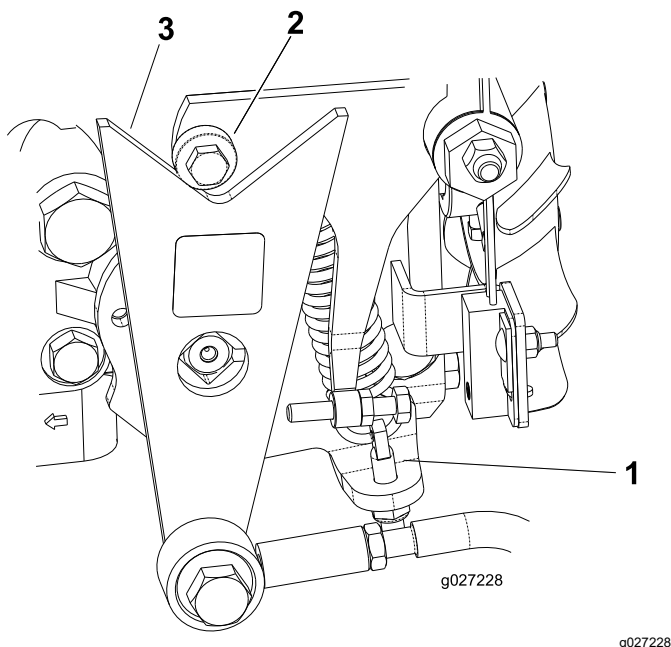

Bild 48
- Wenn sich die Räder in der richtigen Richtung bewegen, stellen Sie den Motor ab und stellen die Sicherungsmutter des Federeinstellungsstifts ein (Bild 48). Stellen Sie die Neutral-Stellung des Getriebes ein, siehe Einstellen der Leerlaufstellung für den Fahrtrieb (Seite 33).